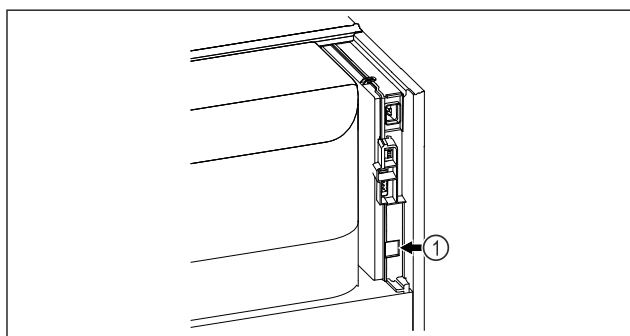

Fig. 86
- Je používán SmartModule Fig. 86 (1).